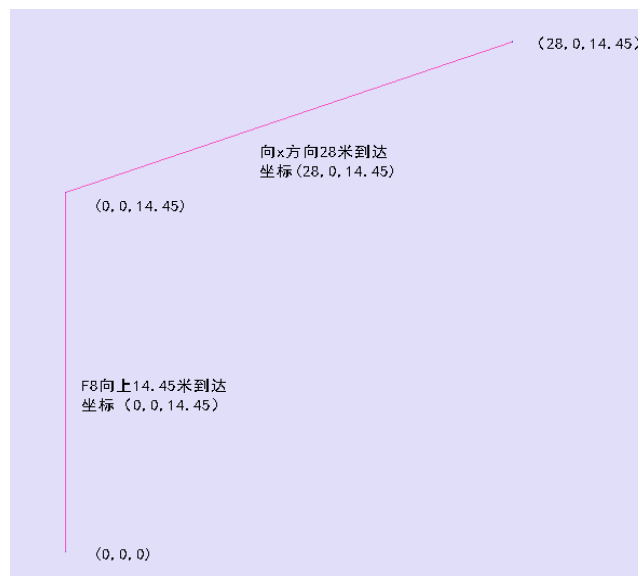

图 4. 建筑物关键辅助线
1. 如图 4 所示，先画建筑物的中轴线，将建筑物在 0.0 标高的中心点设为(0,0,0)点。按 F8 正交，从 z 方向向上 14.45 米到达球心的标高。从这一点往 x 方向 28 米就到达花瓣一边球心的位置。找到这个球心的位置我们就可以画球了。